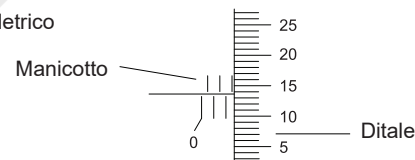

Fig.1
- Serrare la vite di bloccaggio, utilizzare la chiave per ruotare il manicotto (Fig. 1), regolare la lettura a zero.